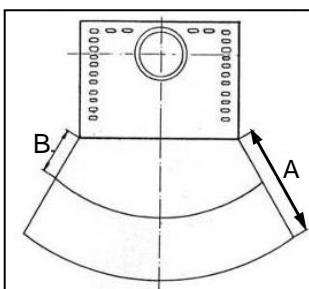

Bild 2
Im Sichtbereich (Strahlungsbereich) des Feuers muss zu brennbaren Bauteilen, Möbel oder auch z.B. zu Dekostoffen ein Abstand von mindestens **80 cm** (A), gemessen ab Vorderkante Feuerraumöffnung eingehalten werden. Der Sicherheitsabstand reduziert sich auf **40 cm** (B), wenn ein belüfteter Strahlungsschutz vor das zu schützende Bauteil montiert wird (Bild 2)